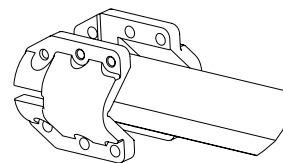
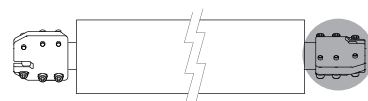

Рис. 37. Установите две полумуфты на валу квадратного сечения
Рис. 43. Муфты должны быть повернуты относительно друг друга под углом 90°
2. Установите две полумуфты на одном конце вала. См. рис. 37.
11. Установите две полумуфты на другом конце вала, см. рис. 37. Эти полумуфты должны были повернуты на 90° относительно установленных в шаге 2. См. рис. 43.